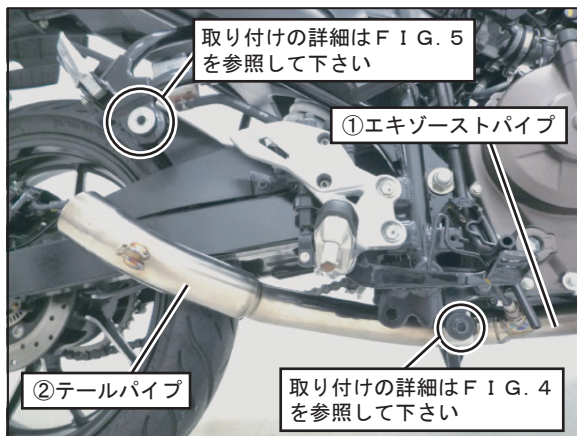

FIG. 3
6. ⑤段付きカラー 10-30-21 をエキゾーストパイプ固定部に取り付けた後、①エキゾーストパイプに②テールパイプを取り付け、テールパイプのステー穴をエキゾーストパイプ固定部に合せて⑥キャップボルト M8×35、純正ワッシャ、純正ナットを使用して仮締めして下さい。
次に、⑪マフラスプリング (ミディアムフローティング) をスプリング取付工具を使用して取り付けして下さい。(次ページ FIG. 3, 4 参照)
7. タンデムステップのマフラー取り付け位置にある純正グロメットカラーを一度外し、フランジ面の向きを外側にして再度取り付けて下さい。(FIG. 3, 5参照)